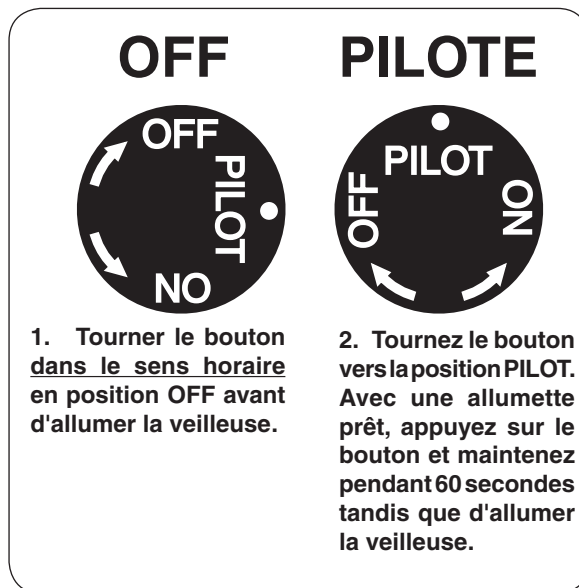

Fig. 22-1 Détail bouton de commande (OFF, PILOTE)
- 1.** Localiser la vanne sur le côté de l'appareil. Appuyer sur le bouton légèrement de contrôle du gaz et tourner dans le sens horaire à **OFF** (Fig. 22-1).
- 2.** Tournez le bouton de réglage dans le sens antihoraire pour **PILOTE** (Fig. 22-1). Appuyez sur le bouton de commande **fermement et pleinement** enfoncée. Tenir un long match de cheminée ou un briquet à proximité du thermocouple pour allumer la veilleuse. Continuez à tenir le bouton de commande pendant environ 60 secondes après que le pilote est allumé, puis relâchez le bouton. Le pilote reste allumé.